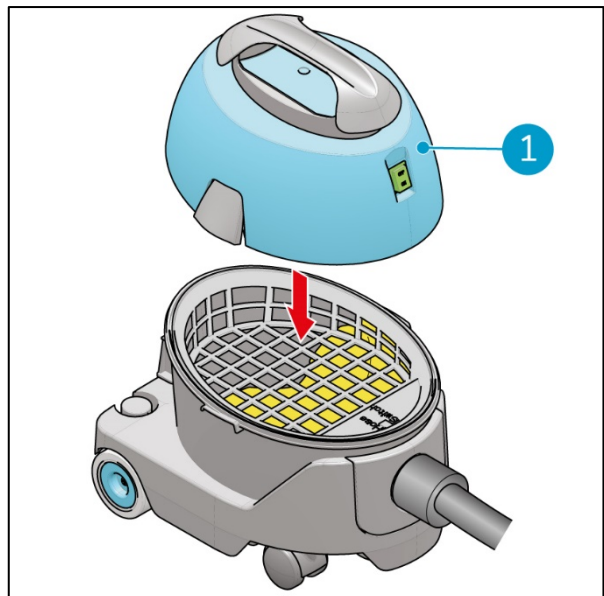

Figura 13
15. Coloque a zona superior (Figura 13, posição 1) sobre o depósito.